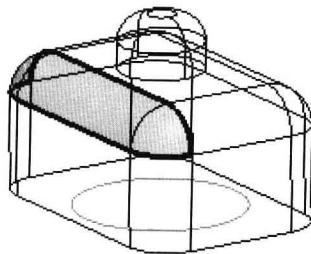

图 1.6
- (1) 选择过滤器“面组”。
- (2) 选择模型。
- (3) 在工具栏中单击 按钮，然后单击 按钮。
- (4) 单击“选项”按钮，选择“复制内部边界”选项。
- (5) 选择边线，如图 1.6 所示。